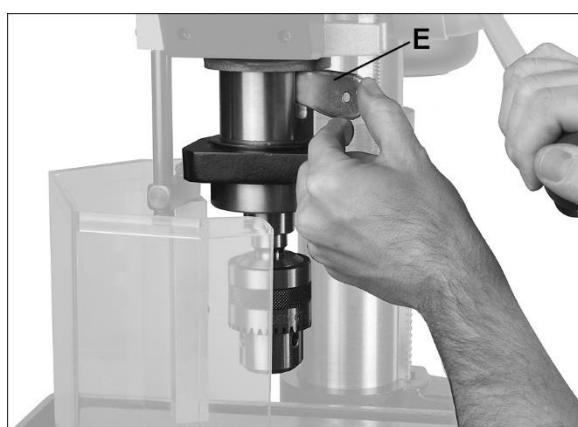

Рис. 6-3: вставка выколотки
- Положите на стол кусок древесины из отходов и опустите пиноль (Рис. 6-3) с помощью рукояток подачи.
- Вставьте выколотку (E, Рис. 6-3) в совмещенные пазы и слегка стукните по ней. Патрон вместе с оправкой выпадет из шпинделя.